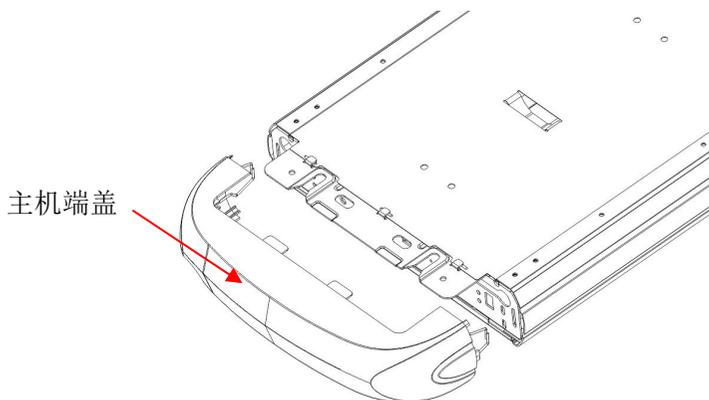

图 6
- 5、拆下两端的主机端盖，如图 6 所示。然后小心托起主机，